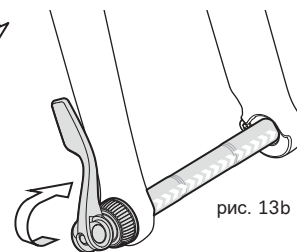

рис. 13b
6. Если Ваш велосипед оснащён осью **Cervélo Rapid Axle**, переместите ручку в положение ОТКРЫТО (рис. 11b). Аккуратно поместите колесо между перьями вилки, убедившись что ротор находится между тормозных колодок, а отверстие для оси во втулке совпадает с отверстиями в дропаутах. Ручка на оси должна находиться с правой части велосипеда. Вставьте ось через дропаут в отверстие для оси на втулке, так, чтобы стрелка на корпусе оси находилась сверху, до касания её противоположного дропаута. Визуально убедитесь, что Т-образная часть оси совпадает с соответствующей прорезью на дропауте, после чего поверните ручку на 90°, пока Т-образная часть не упрётся в вырез на дропауте (рис. 13а). Переместите ручку в положение ЗАКРЫТО (рис. 13b). Ручка должна быть параллельна перу вилки, изгиб ручки должен быть направлен в сторону колеса. загнута в сторону колес.